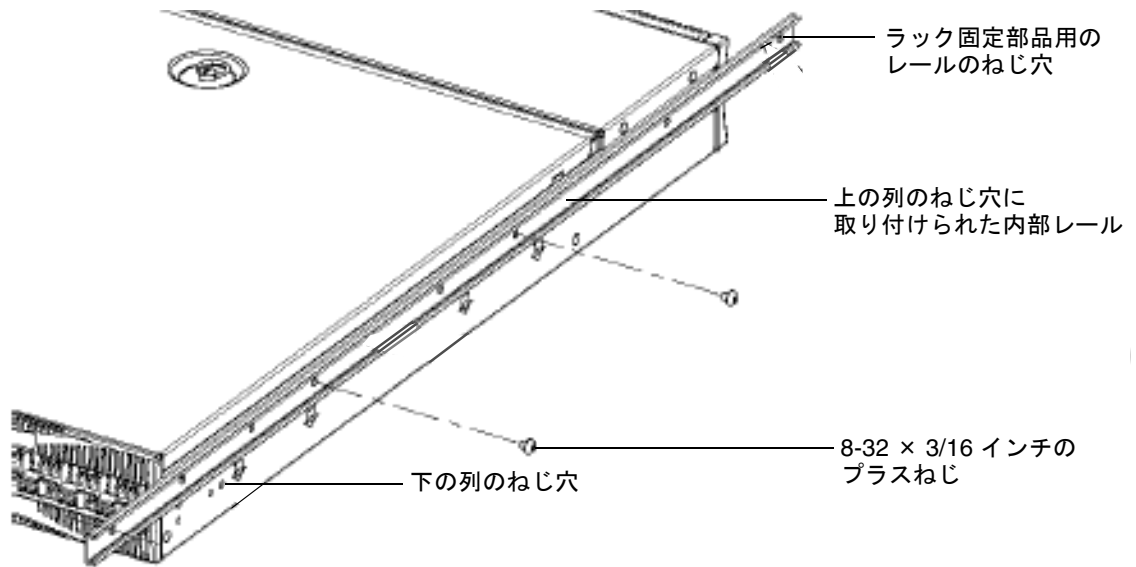

図 3-2 内部レールの取り付け
3. スイッチの取り付け用ねじ穴に内部スライドレールを取り付けます (図 3-2 を参照)。
3900 スイッチの電源装置側がラックの正面から引き出せるように、図 3-2 に示すとおり、レールの向きを合わせます。ロック解除レバーの付いている方の端が、3900 スイッチのポート側になります。